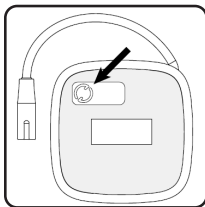

Figure 2 : activation du stimulateur-test (TS) en appuyant sur le bouton se trouvant à l'arrière du stimulateur
- Appuyer sur le bouton situé à l'arrière du stimulateur-test (TS) (**Figure 2**). Le voyant vert situé à côté du bouton commencera à clignoter. Il clignotera pendant 90 secondes.
- Si un programmeur du médecin (CP) est raccordé au stimulateur-test (TS) avant la fin de ces 90 secondes, le stimulateur-test (TS) demeurera actif et pourra être programmé. Une fois la programmation terminée et le stimulateur-test (TS) débranché du programmeur du médecin (CP), le voyant vert s'éteindra. Toutefois, le stimulateur-test (TS) demeurera actif.
- Si un programmeur du médecin (CP) n'est pas raccordé au stimulateur-test (TS), ce dernier repassera en mode Veille prolongée. Il pourra être réactivé en appuyant sur le bouton se trouvant à l'arrière du stimulateur-test (TS).
- Si un voyant rouge clignote sur le stimulateur-test (TS), une erreur s'est produite. Raccorder le programmeur du médecin (CP) pour obtenir des détails sur l'erreur. Se reporter au manuel du programmeur du médecin (CP) pour obtenir des informations de résolution de problèmes détaillées.
- Si le voyant ne clignote pas lorsque l'utilisateur appuie sur le bouton, essayer d'appuyer une nouvelle fois sur le bouton. Confirmer la pression sur le bouton comme indiqué à la **Figure 2**. Si le voyant ne clignote pas après plusieurs tentatives de pression du bouton, ne pas utiliser ce stimulateur-test (TS). Activer un nouveau stimulateur-test (TS). Si le problème persiste avec un nouveau SE, contacter Axonics